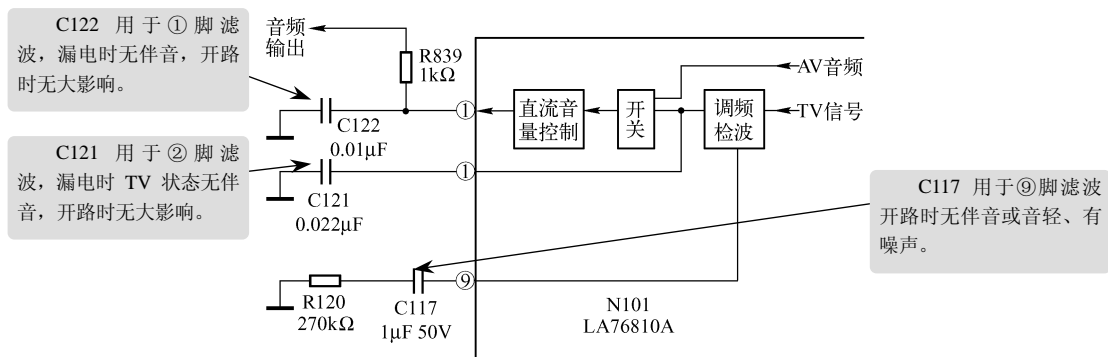

图 7-2 伴音调频检波输出电路故障检修
检查与分析：根据检修经验，检修前可转换输入一下 AV 音频信号，声音正常，因而说明故障原因是在 TV 音频小信号处理电路，这时可首先重点检查 N101 (LA76810A) 的①、②、⑨脚电压。经检查，发现⑨脚电压为 1.9V，且测量时有伴音，因而说明⑨脚外接元器件有故障。再进一步检查，最终是 C117 开路，用 1 $\mu$ F/50V 电解电容器更换后，故障被排除，如图 7-2 所示。
小结：在如图 7-2 所示中，C117 和 R120 组成 RC 滤波电路，用于调频检波滤波，当其开路时，调频检波器无正常输出。此时若转换 AV 音频输入，则 N101 ①脚应有正常输出。因此，在该种故障检修前试转换一下 AV 音频输入，对分析和判断故障是很有帮助的。